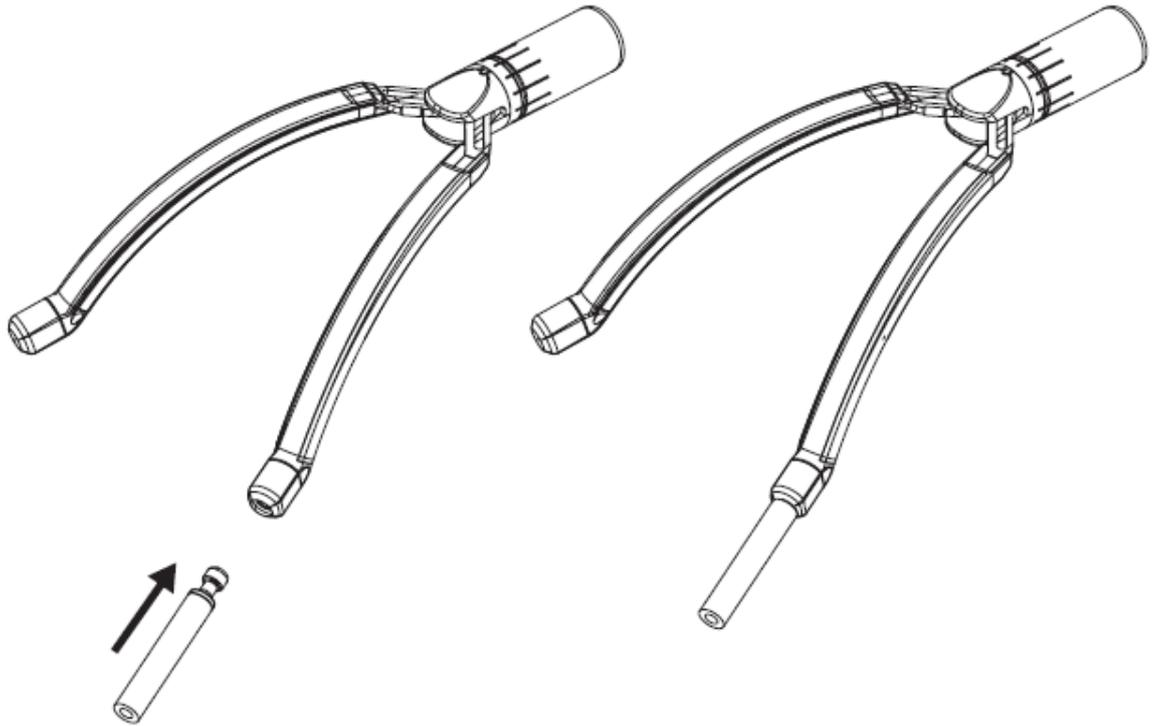

Figura 10. Desconexión de guías de Mezcaltl dispositivo
- Desconecte las guías del dispositivo (Ver Figura 10).